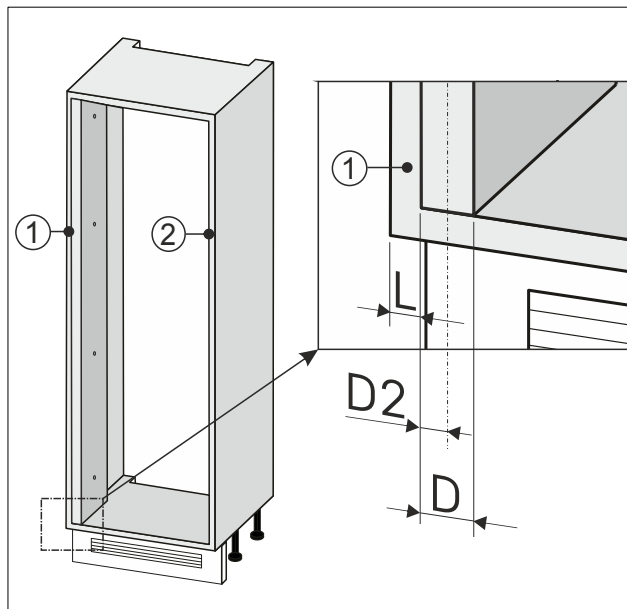

Fig. 94
- Zabilježite pola širine Fig. 94 (D2) zidne ispune.